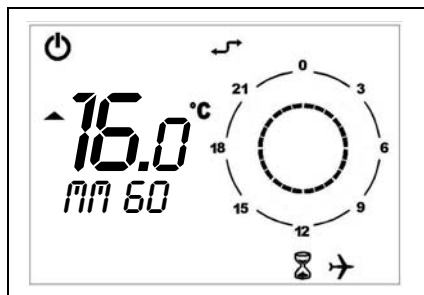

Figura 21
- Funzionamento **SPENTO TEMPORIZZATO (PROGRAMMA VACANZE)**: segnalato dalla compresenza dell'icona clessidra e dall'icona aereo (vedi Figura 21).
Per attivare il funzionamento automatico forzato è sufficiente premere i tasti **UP** o **DOWN** ed impostare la temperatura desiderata (nell'esempio 20°C). Sul display compariranno l'icona automatico e manuale (Figura 21).
- Durante l'intero periodo sul display sarà visibile il tempo rimanente (vedi Figura 21).